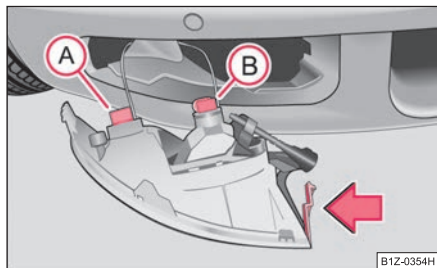

Fig. 246 Demontarea barei de protecție din față
Fișa (A) - Becul luminii de zi* ⇒ fig. 246. Fișa (B) - Becul proiecteurului de ceață.
- Introduceți mâna în orificiul creat și apăsați fixajul ⇒ fig. 246.